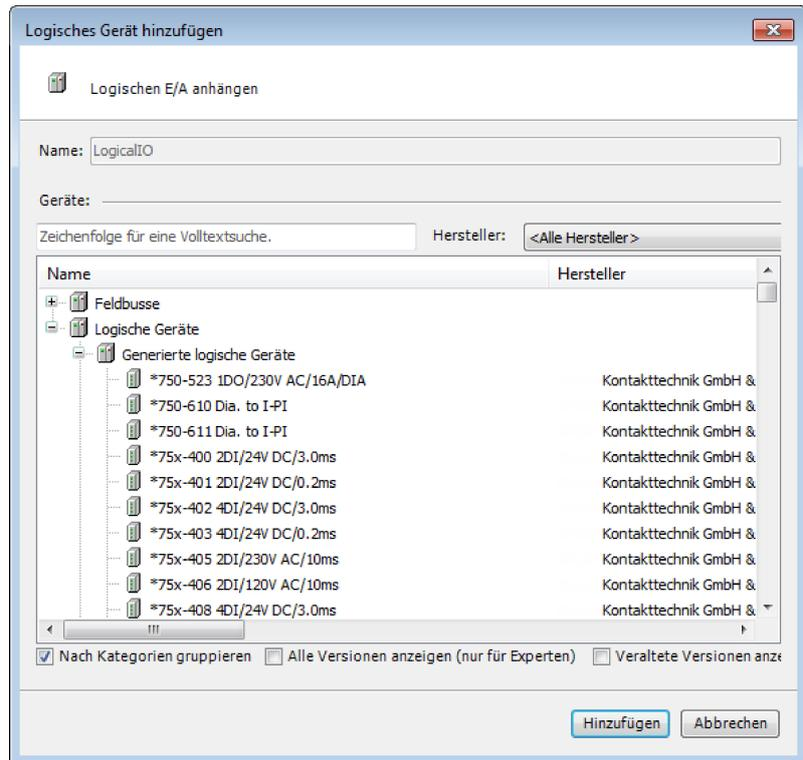

Abb. 30: Dialog 'Logisches Gerät hinzufügen'
3. ➤ Im Dialog „Logisches Gerät hinzufügen“ (siehe Abb. 30) in der Kategorie „Logische Geräte“, Unterkategorie „Generierte logische Geräte“ das entsprechende logische E/A auswählen